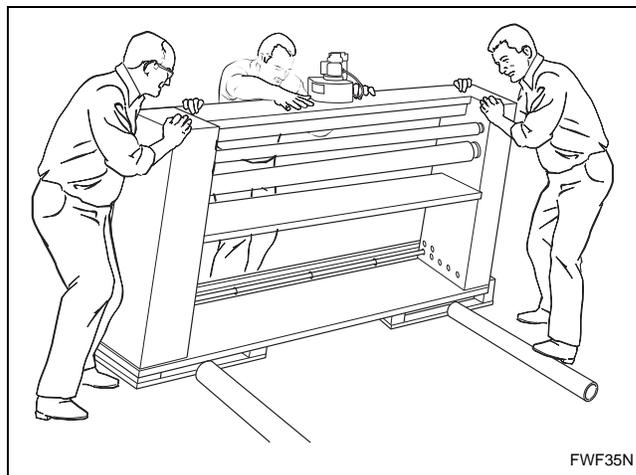

Figura 6
- Coloque dois rolos no chão próximos à passadeira. Consulte a *Figura 6*.
- Desça devagar a passadeira do carrinho com rodinhas, para cima dos dois primeiros rolos, com muito cuidado para manter a unidade nivelada. Consulte a *Figura 6*.